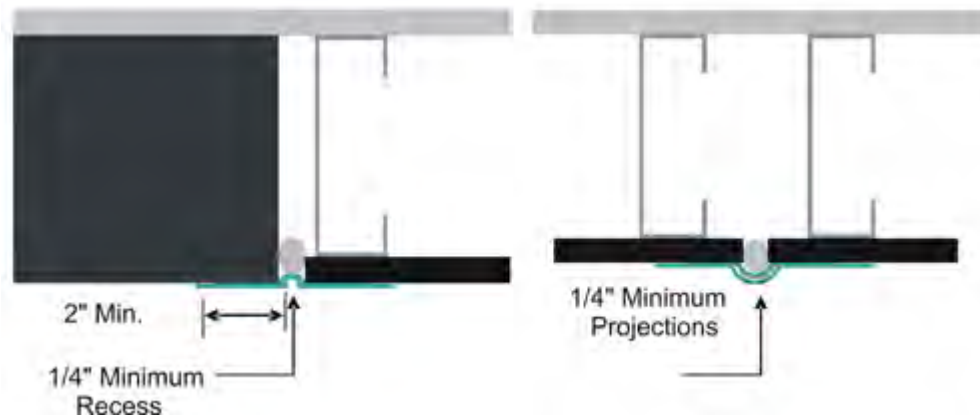

Figure 4
- 5.1.2.1. La largeur du treillis AquaFlash doit chevaucher chaque côté du joint d'un minimum de 51 mm (2 po) – Figure 4.